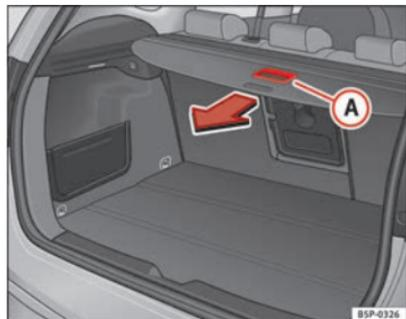

Fig. 125 Azionamento pianale portaoggetti
- Tirare indietro il pianale con il tirante **A** fino a percepire un “clic” ⇒ fig. 125.